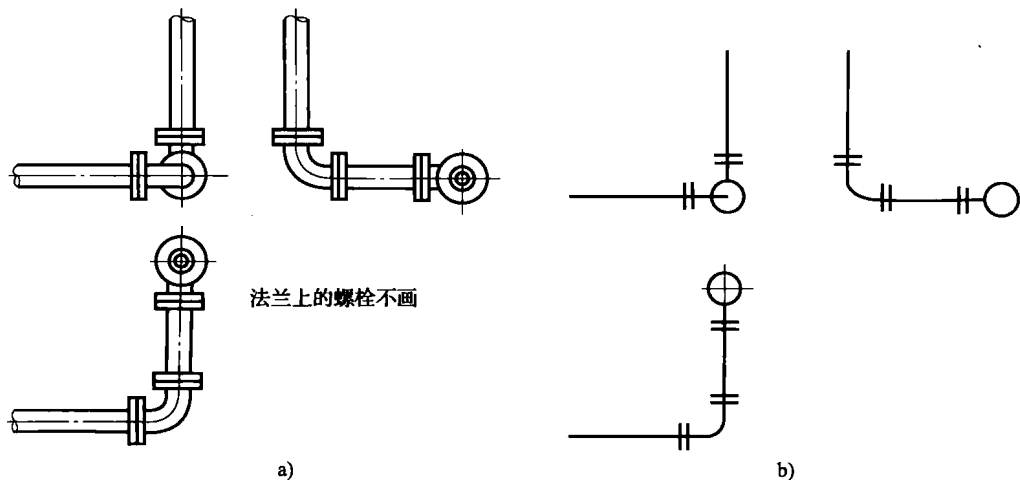

图 1—16 法兰连接管路的单线三视图和双线三视图
7) 管路的单线三视图和双线三视图。如图 1—16a 所示为法兰连接管路的双线三视图，图 1—16b 所示为法兰连接管路的单线三视图。